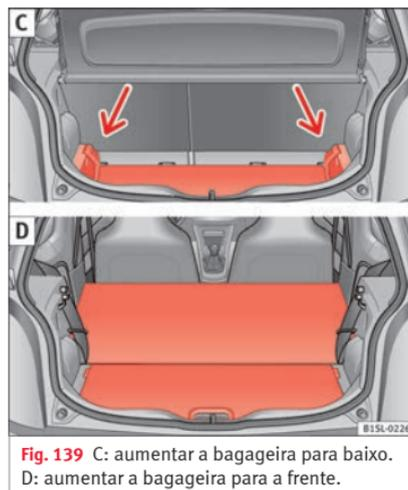

Fig. 139 C: aumentar a bagageira para baixo. D: aumentar a bagageira para a frente.
- Levante o piso da bagageira e empurre-o para baixo na guia » **Fig. 139 C** (setas).